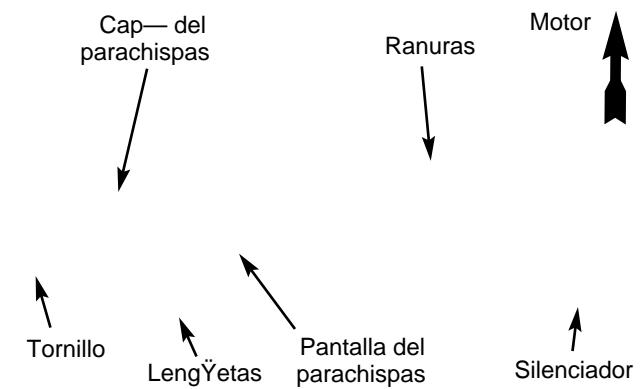

Fig. 29
- Localice el silenciador, pero no lo quite. Busque el tornillo en la parte inferior del silenciador (Fig. 29). Quite el tornillo usando una llave torx No. 20 o un destornillador plano.